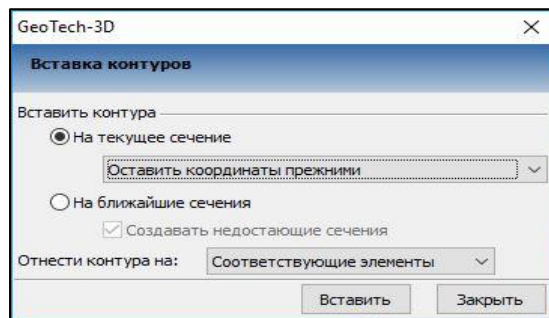

Рис. 5.4
5.3. С помощью ПКМ выберите **Вставить** согласно рис. 5.4.